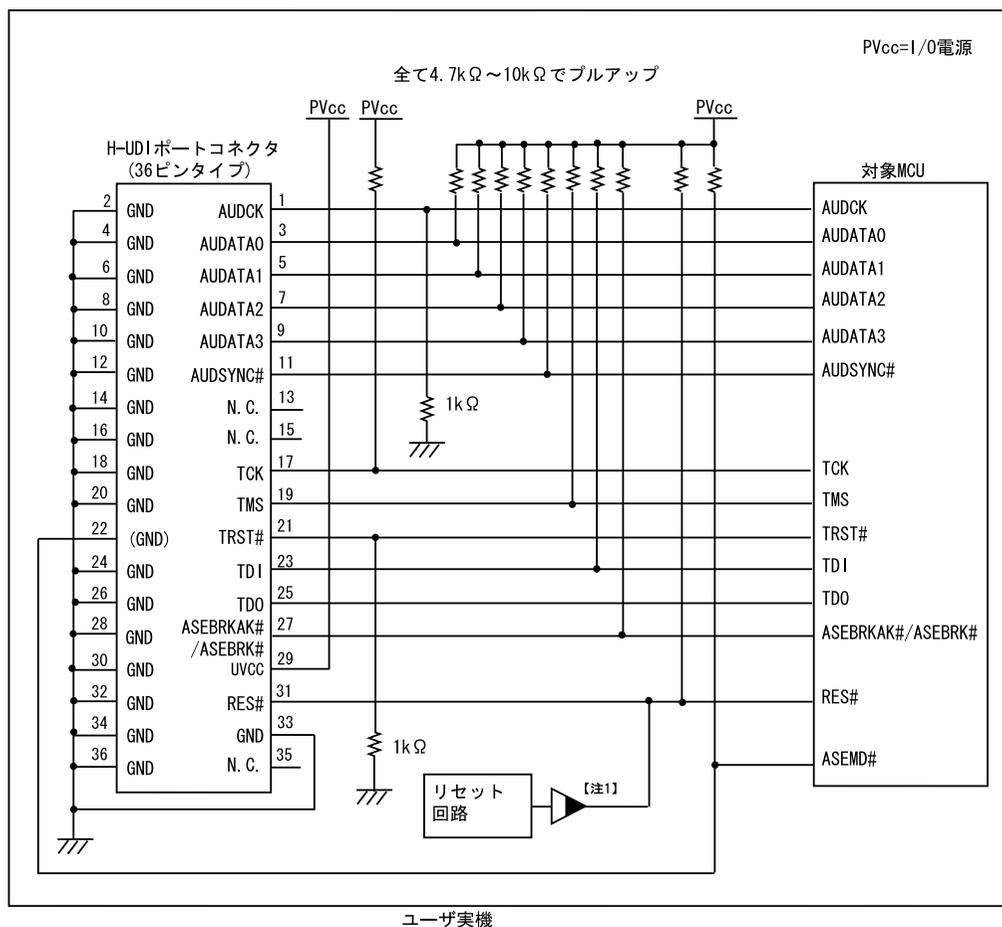

図 1.8 E10A-USB 使用時の H-UDI ポートコネクタ - チップ間の推奨接続例(36 ピンタイプ)
- 図1.8の回路を組んだ場合のE10A-USBエミュレータのスイッチ設定：SW2=1, SW3=1